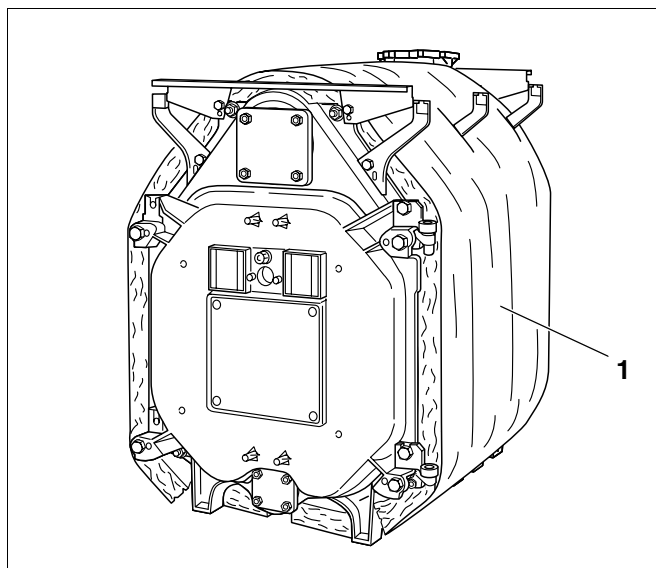
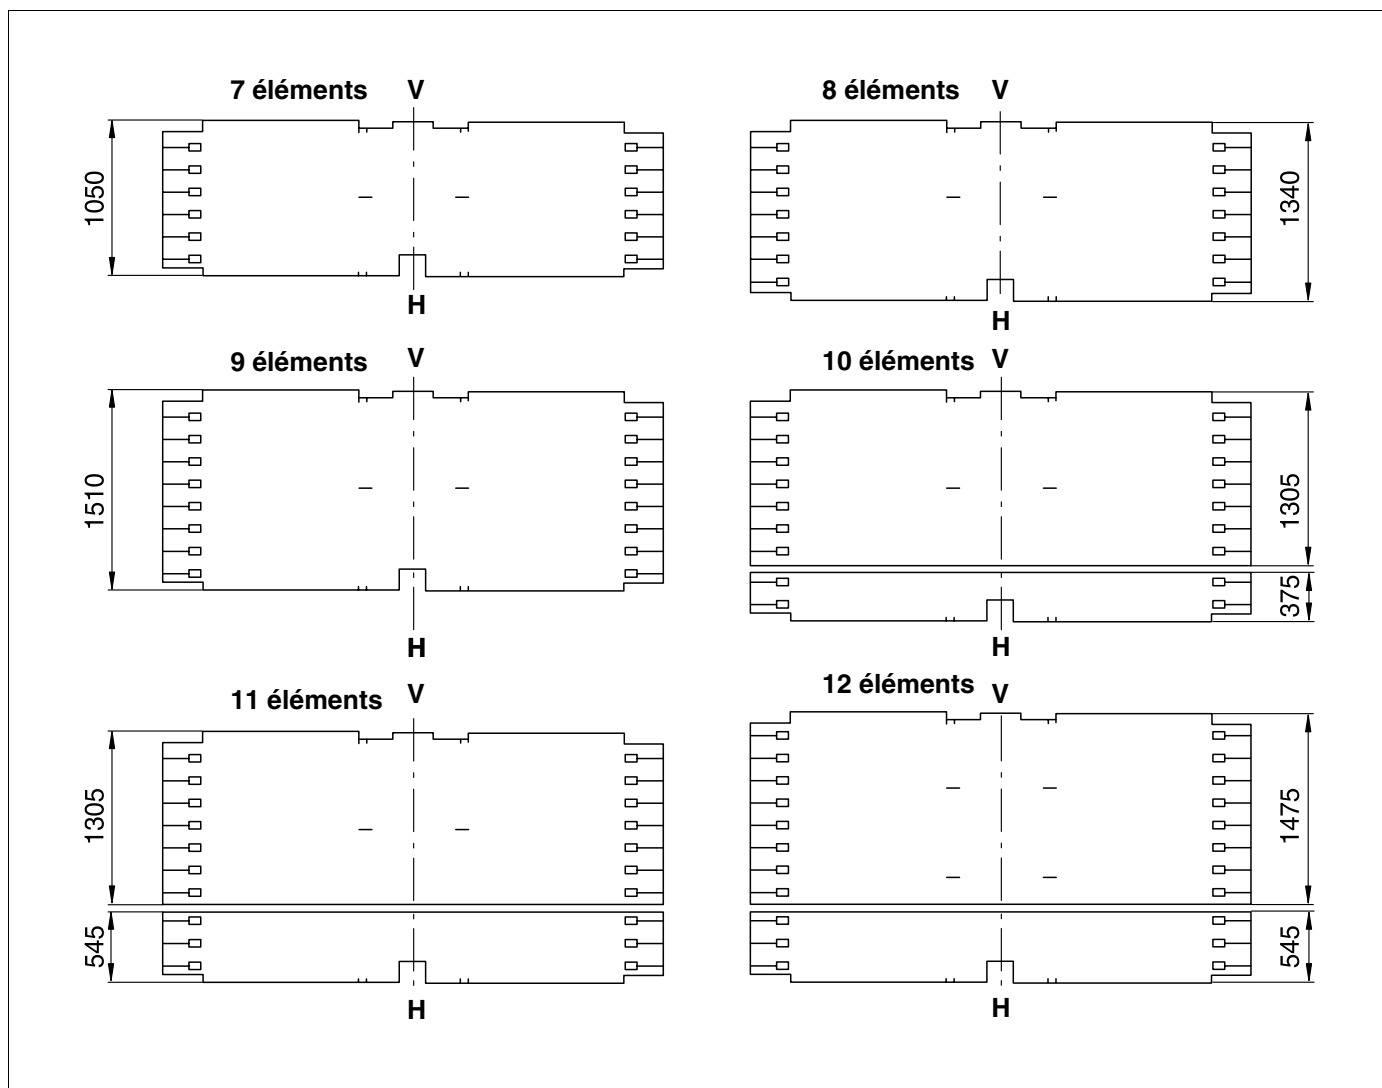

Fig. 40 Bloc chaudière avec matelas isolant
Fig. 41
- Le matelas isolant livré avec la chaudière (fig. 40, **pos. 1**) correspond à la taille de la chaudière. Il doit être disposé sur le bloc chaudière suivant le schéma représenté figure 41 (les chiffres indiqués au-dessus des croquis des matelas isolants déployés correspondent au nombre des éléments de chaudière).